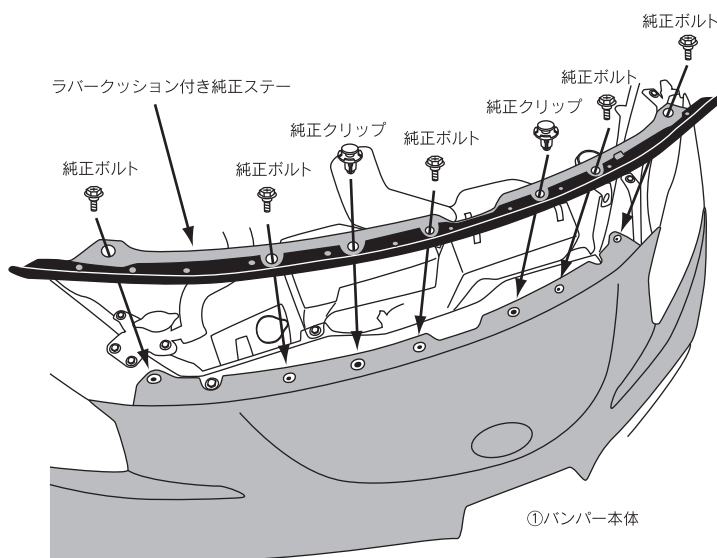

図5
- (3) バンパー中央上側に純正バンパーに装着されていたラバークッション付き純正ステーを戻し、各所に使用されていた純正のクリップとネジで固定します。(図5)